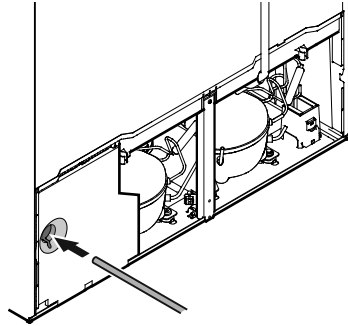

Figure 15
2. Insérer le conduit d'alimentation d'eau dans l'orifice prévu à cet effet à l'arrière de l'appareil (Figure 15).